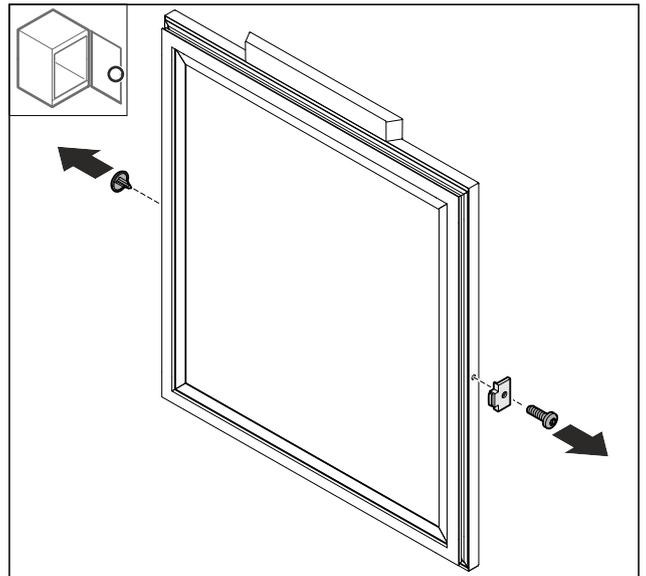

Fig. 69
- ▶ Retire la cubierta Fig. 69 (1).
- ▶ Desmonte el tope de la puerta Fig. 69 (2).